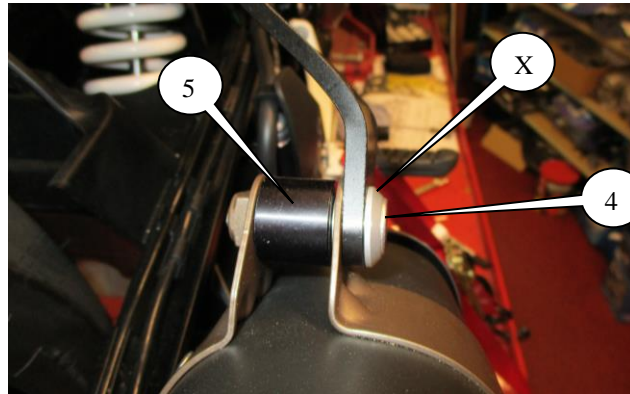

ABBILDUNG 5
- Die M8 Senkschraube (Artikel 4) durch den original Distanzhalter (mit “X” markiert), dann durch die neue Auspuffhalterung (Artikel 1), dann durch die original Auspuff und neuen Distanzhalter (Artikel5) führen wie in Abbildung 5 abgebildet.